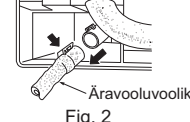

Fig. 2
- Tõmmake äravooluvoolik siseseadme tagumise osast välja. (Fig. 2)